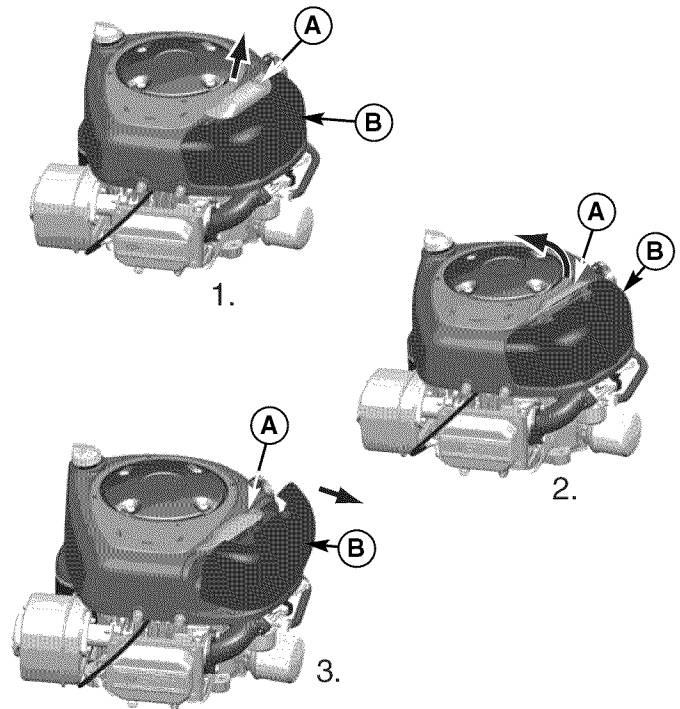

Figura 31. Conjunto del filtro de aire
1. Levante la parte inferior del sujetador (A, Figura 31 o 32) y retire el sujetador de la cubierta.